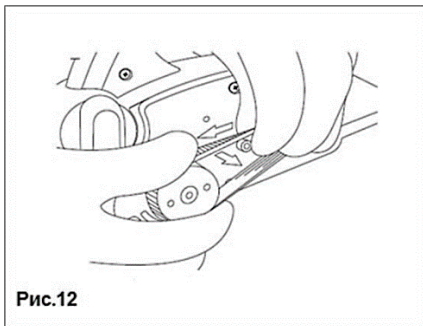

Рис.12
- Повільно повертаючи шків однією рукою, інший обережно зніміть ремень з шківів. (Рис.12) Для установки ремня акуратно одягніть його спочатку на один шків, потім на інший.